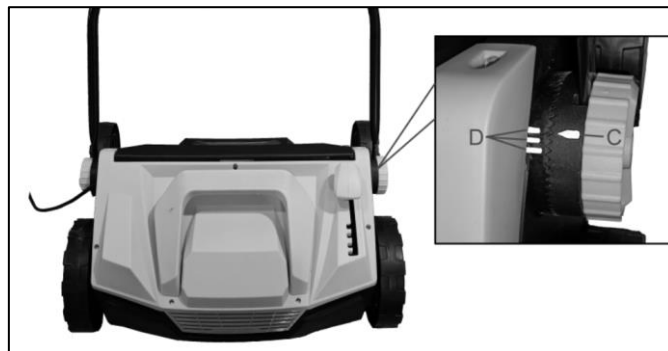

Fig. 2
- Assicurarsi che il segno (C) sulla ruota a cricchetto del tubo inferiore (13) sia allineato a una qualsiasi delle tre posizioni (D) sul corpo macchina (Fig. 2).